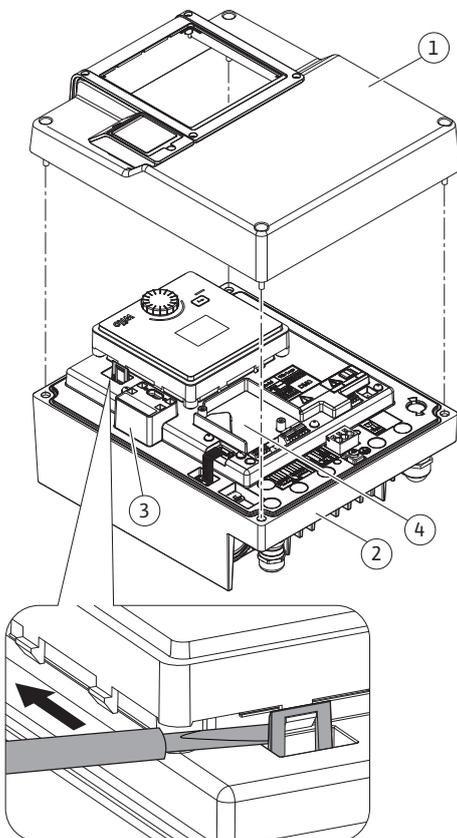

Fig. 17: Modulo elettronico
| Parte superiore del modulo elettronico | Fig. 17, pos. 1 Fig. 1, pos. 2 | Torx 25/M5 | 4,5 | |
| Modulo CIF | Fig. 17, pos. 4 | IP10/PT 30x10 | 0,9 | |
I moduli CIF (accessori) servono alla comunicazione tra le pompe e il sistema di controllo dell'edificio. I moduli CIF sono inseriti nel modulo elettronico (Fig. 17, pos. 4).